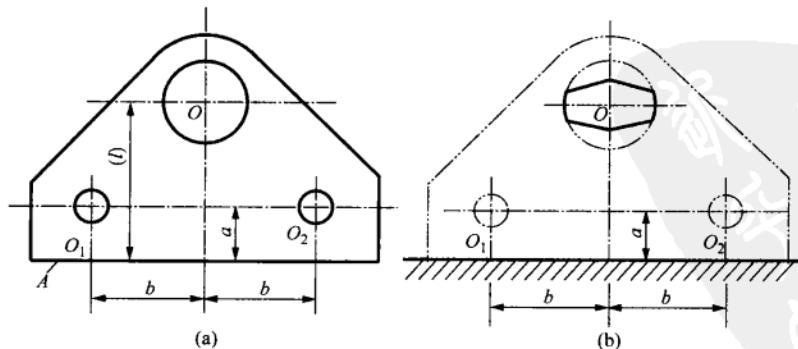

图 2.9 板形工件定位方案
**(27)** 如图 2.9(a)所示板形工件,最后工序为在其上钻  $O_1$ 、 $O_2$  孔,要求  $O_1O_2$  与  $A$  面平行。
**【解】** 应选工件的大平面为第一定位基准,  $A$  面为第二定位基准, 孔  $O$  的中心线为第三定位基准, 采用支承板、导向平面和削边销为定位元件, 如图 2.9(b)所示。